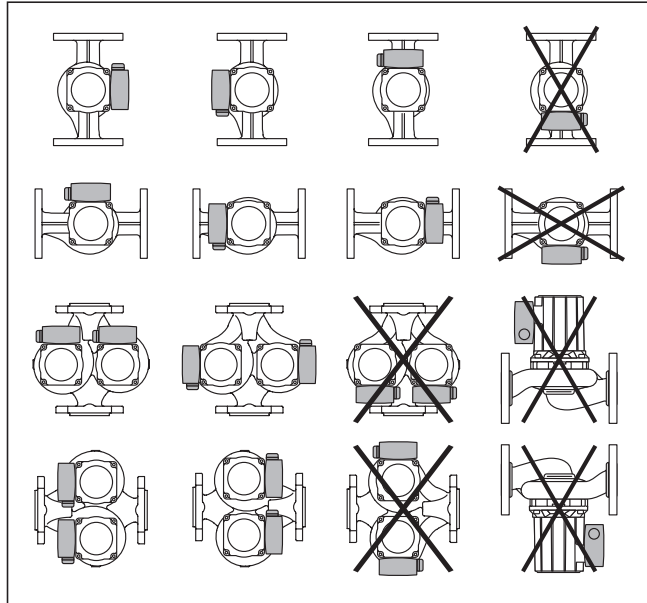

Fig. 6.2 Posizioni di montaggio
- Eseguire il montaggio senza tensione con l'albero della pompa in posizione orizzontale (vedere le posizioni di montaggio illustrate nella fig. 6.2).